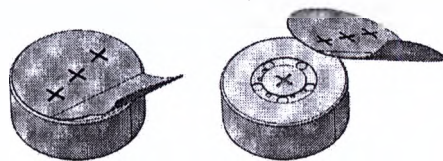

Рисунок 3 – Подготовка элемента питания
4.1.3 Удалите защитную пленку с нового элемента питания, рисунок 3.